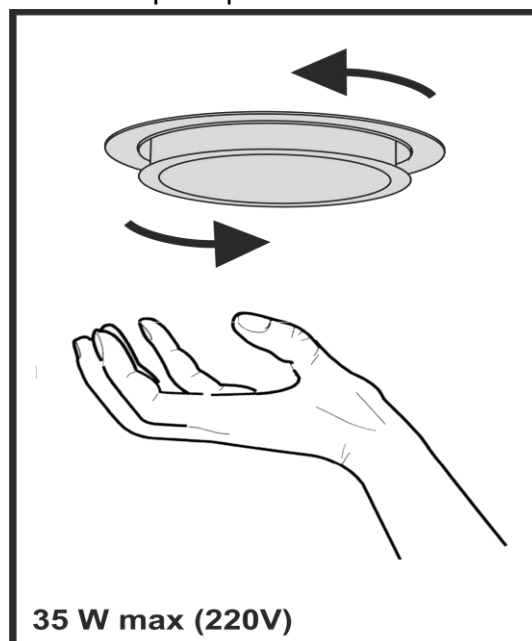

Рис.7
7.12 На витяжці встановленні галогенні лампи підсвітки робочої зони плити. Перед початком заміни ламп освітлення необхідно відключити витяжку від електромережі, дати можливість охолонути лампам Для заміни лампи необхідно зняти фільтри, віджати тримач патрона на себе, щоб лампа вийшла з корпусу витяжки, утримуючи тримач патрона, злегка надавити на лампу в напрямку патрона і, повернувши її проти годинникової стрілки, вийняти (**рис.7**). Замість неї необхідно встановити нову з тими ж характеристиками і встановити фільтри.